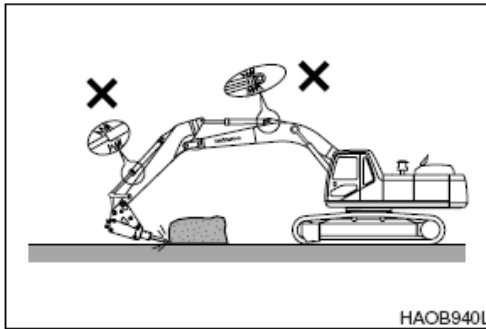

Figura 72
4. NO opere con el martillo hidráulico extendiendo por completo los cilindros del boom o del brazo. Consulte Figura 72.